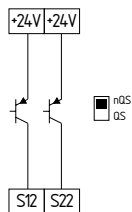

Fig. 13
**Connexion à deux canaux d'un dispositif de protection électronique (basé microprocesseur) relatif à la sécurité avec des sorties statiques à commutation P, p.ex. AOPD selon EN CEI 61496-1 (Fig. 13)**